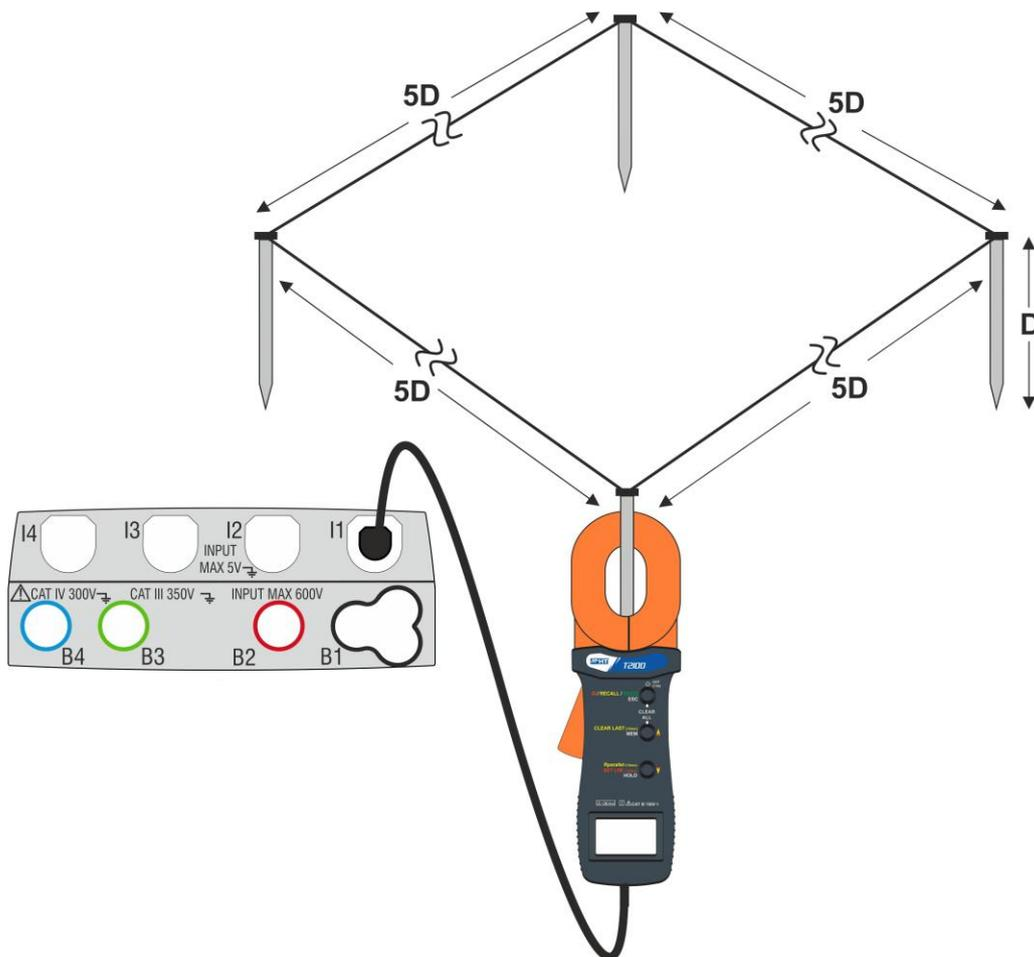

Fig. 31: Medida resistencia dispersores individuales con pinza T2100
La prueba realizada por la pinza T2100 es utilizable para la valoración de resistencias de dispersores individuales en el ámbito de una instalación de tierra sin necesidad de desconexión de los mismos, **en la hipótesis que estos no se influyen entre sí** (vea Fig. 31)
4. Conecte la pinza al primer dispersor de la red de tierra considerada según se muestra en la Fig. 31. Note el valor de la resistencia en el campo R y pulse el Icono  para insertar el valor en el cálculo de la resistencia paralelo y incrementar el parámetro N en una unidad ($N=1$)